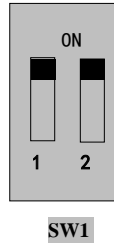

图 5-6
(5) 对于 E600 系列 7.5W 及其以上功率变频器控制端子排附近有一个两位红色拨码开关 SW1，如图 5-6 所示。拨码开关的作用是选择模拟量输入端子 A12 的电压信号(0~5V/0~10V)或电流信号，出厂值默认为电流通道。使用时通过 F203 选择模拟量输入通道，通过 F439 设置输入信号类型为电压信号还是电流信号。按图示把开关 1 拨到 ON 位置，2 拨到 ON 位置，选择 0~20mA 电流调速。其他拨码开关的位置与调速方式详见下表 5-4。